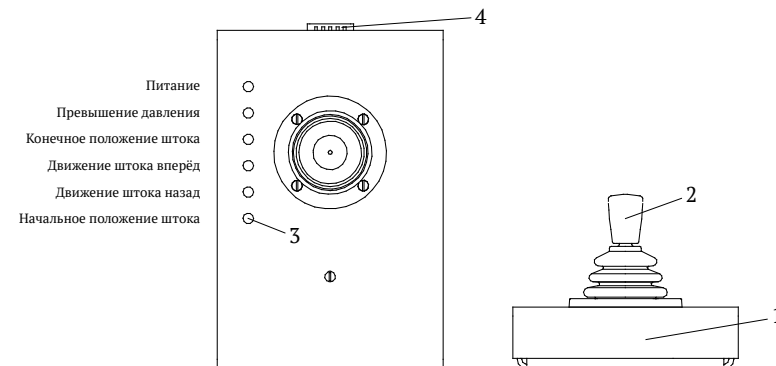

Рис. 4. Внешний вид джойстика:
4.4 Внешний вид джойстика показан на рис. 4.
4.9 Изменение давления осуществляется с помощью блока джойстика, который состоит из корпуса 1 (Рис. 4) рукоятки джойстика 2, индикаторов 3 и разъема подключения к системе 4. Индикаторы служат для отображения состояния системы и конечных положений штока. Блок джойстика выполнен выносным для удобства его расположения на рабочем месте. Джойстик работает в обоих режимах работы ГСКА.